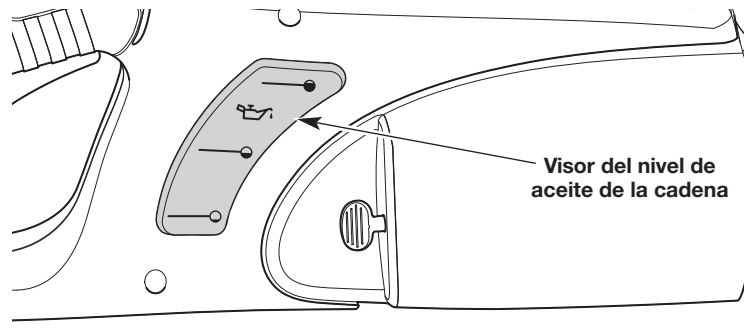

Fig. 20
2. Observe el interior del visor del nivel de aceite de la cadena; use una linterna si es necesario. El nivel de aceite debe llenar el visor por lo menos hasta la mitad (Fig. 20). Si el nivel de aceite es demasiado bajo, agregue aceite para la barra y la cadena. Consulte *Llenado del depósito de aceite de la cadena*.